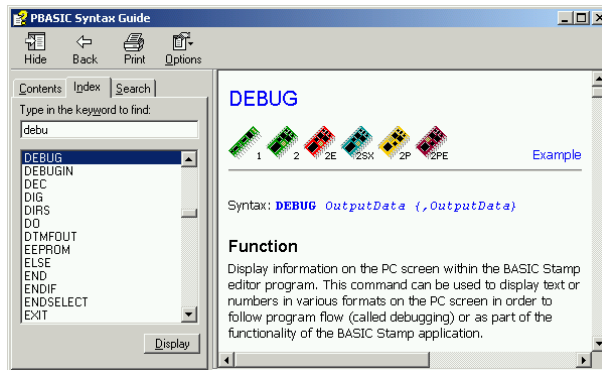

Figura 1-46
- √ Digitare **DEBUG** nel campo etichettato *Type in the keyword to find:* (mostrato in Figura 1-46).